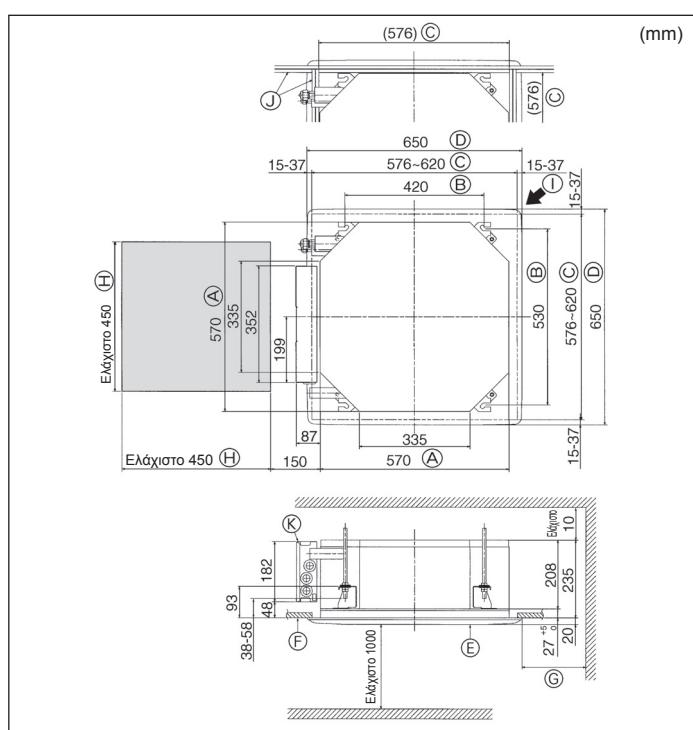

Fig. 4-2
⑥	μεγάλης διαμέτρου (αέριο)	1
⑦	Ταινία (πλαστιξ)	6
⑧	Ταινία (στενές)	2
⑨	Βίδα με ροδέλα (M5 × 25) για τη στερέωση της γρίλιας	4
⑩	Ακροσύνδεσμος αποχέτευσης	1
⑪	Μόνωση	1
⑫	Βίδα στερέωσης για ⓘ 3,5 × 16 (μαύρο) (Για SLZ-KA-VAL(2))	2
⑬	Στήριγμα για το τηλεχειριστήριο (Για SLZ-KA-VAL(2))	1
⑭	Μπαταρία (AAA) (Για SLZ-KA-VAL(2))	2
⑮	Ασύρματο τηλεχειριστήριο (Για SLZ-KA-VAL(2))	1
4.2. Ανοίγματα στο ταβάνι και θέσεις για την τοποθέτηση των μπουλονιών ανάρτησης (Fig. 4-2)